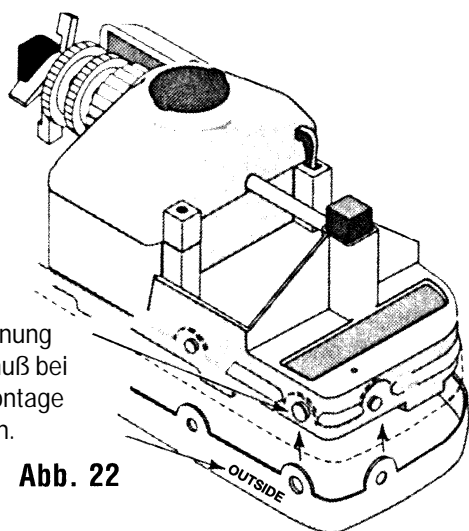

Abb. 22
- ▶ Anbringen der Vacuumgummileiste. Die Bezeichnung »Outside« muß sichtbar sein. Zur Befestigung: Gummileiste an dem großen Stift anbringen und nachfolgend an den restlichen Stiften gleichmäßig befestigen (Abb. 22/23).